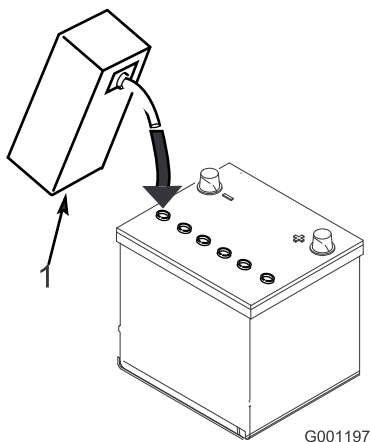

Bild 5
3. Füllen Sie vorsichtig Elektrolyt in jede Zelle ein, bis die Platten ungefähr mit 6 mm Flüssigkeit bedeckt sind (Bild 5).
4. Lassen Sie die Elektrolytflüssigkeit für 20 bis 30 Minuten in die Platten durchtränken. Füllen Sie nach Bedarf auf, um den Elektrolytstand auf ungefähr 6 mm unter den Einfüllstutzen anzuheben (Bild 5).